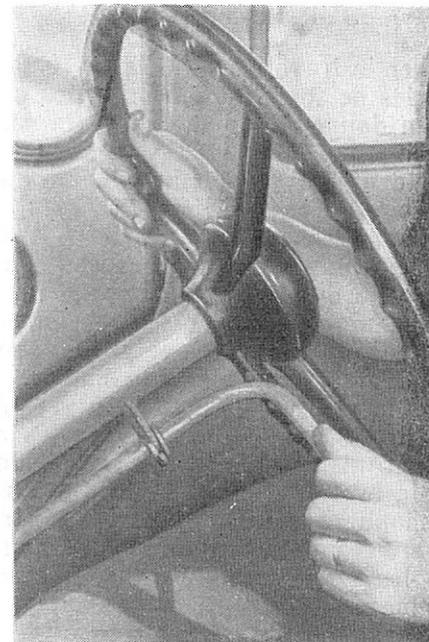

Fig. 12. Mise du levier de commande de l'alimentation en combustible en position plein débit
6. Etablir le régime du moteur au voisinage du régime nominal (fig. 12) à l'aide de la manette d'admission du combustible.